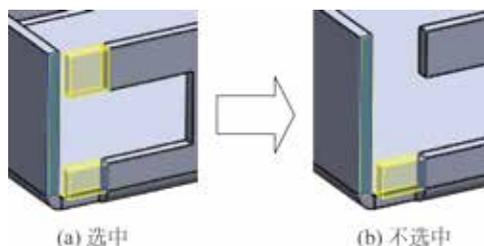

图 5.204 共平面
- 共平面  复选框：用于将闭合角对齐到与选定面共平面的所有面，如图 5.204 所示。